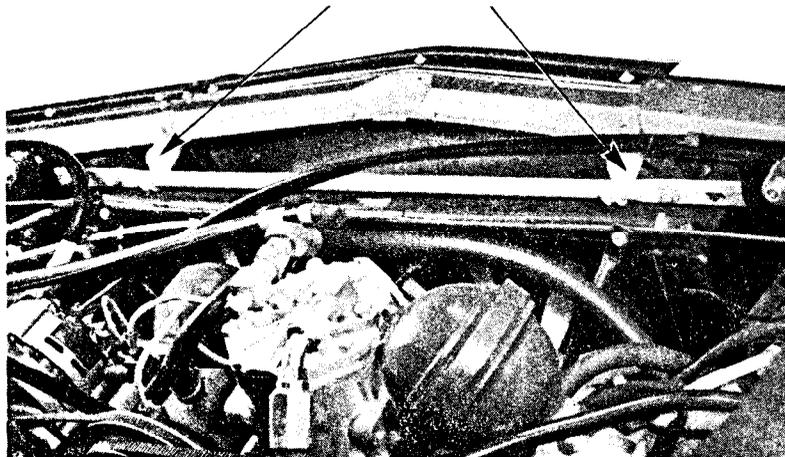

Abb. 1
1. Es wird empfohlen, die Kunststofflager (weiss) durch Lager aus schwarzem Maranyl, Bez. Nummer 1 S 5407325 x, an solchen Fahrzeugen zu ersetzen, welche noch nicht damit ausgerüstet sind (s. Abb. 1).